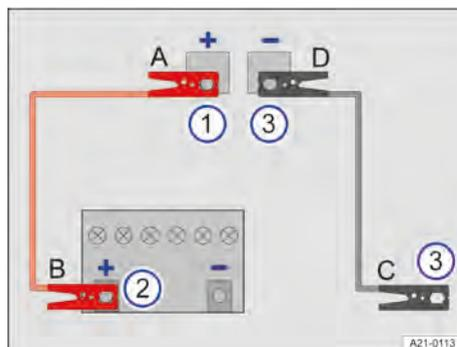

Fig. 165 Esquema para conexão dos cabos auxiliares de partida.
Conectar o cabo auxiliar de partida somente na sequência **A – B – C – D** → Fig. 165.
2. Para isso, remover a cobertura do polo positivo da bateria do veículo 12 V → Fig. 165 ① → ⚠.
4. Conectar a outra extremidade do cabo auxiliar de partida *vermelho B* ao polo positivo (+) do veículo fornecedor de corrente elétrica → Fig. 165 ②.
5. Conectar uma extremidade do cabo auxiliar de partida *preto C*, de preferência, em um ponto de auxílio da partida (ponto de aterramento), ou então, em uma peça metálica maciça firmemente aparafusada com o bloco do motor ou no próprio bloco do motor que gera corrente → Fig. 165 ③.
6. Conectar a outra extremidade do cabo auxiliar de partida *preto D* do veículo híbrido com a bateria 12 V do veículo descarregada, de preferência, em um ponto de auxílio da partida (ponto de aterramento), ou então, em uma peça maciça de metal parafusada firmemente com o bloco do motor ou no próprio bloco do motor → Fig. 165 ③ → ⚠.
3. Desconectar o cabo auxiliar de partida com o motor em funcionamento somente na sequência **D – C – B – A** → Fig. 165.